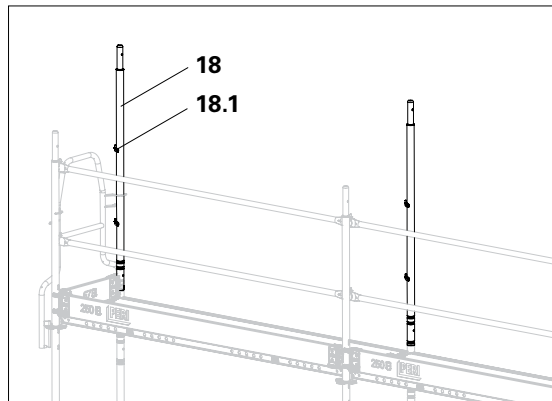
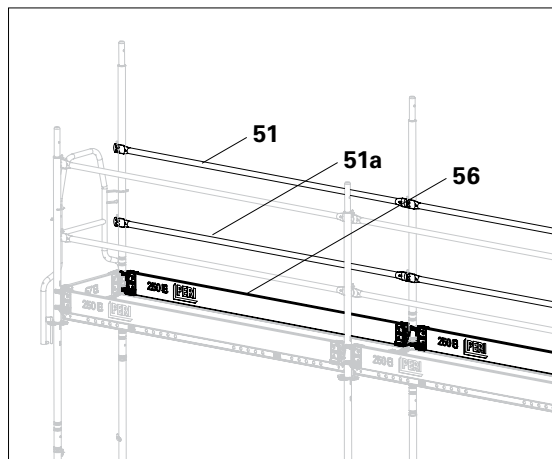

Abb. A3.12
Abb. A3.13
1. Rohr EVR 150 (18) so drehen, dass Geländerhaken (18.1) nach innen zeigen. (Abb. A3.12 + A3.12a)
2. Geländerholm EPG (51) an oberem Geländerhaken (18.1) des Rohrs EVR 150 einhängen.
3. Zwischenholm (51a) und Bordbrett UPF (56) montieren.
- Seitenschutz innen ist montiert. (Abb. A3.13)